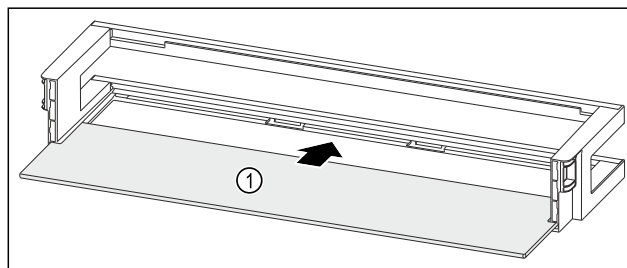

Fig. 271 Raft montat pe ușă cu raft
- ▶ Împingeți în interior raftul Fig. 271 (1) în degajările laterale.